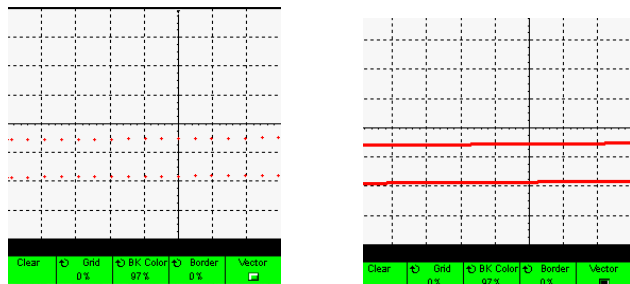

图 5-144 软按键不激活，波形由虚线显示
2) 单击“Display” **Display** 按钮，示波器屏幕的显示如图 **Clear** **Grid** **BK Color** **Border** **Vector** 所示，这 5 个软按键用于控制示波器屏幕的显示特征。其中，单击“Clear” **Clear** 软按键后，可清除示波器屏幕的显示；单击“Grid” **Grid** 软按键后，通过显示屏右上边的  旋钮可调整示波器屏幕显示网格的亮度；单击“Bk Color” **BK Color** 软按键后，通过显示屏右上边的  旋钮可调整示波器显示屏背景的亮度；单击“Border” **Border** 软按键后，通过显示屏右上边的  旋钮可调整示波器显示屏边框背景的亮度；单击“Vector” **Vector** 软按键后，示波器显示屏中显示的波形由虚线转换成实线，当此软按键不激活时，波形由虚线显示，如图 5-144 所示。